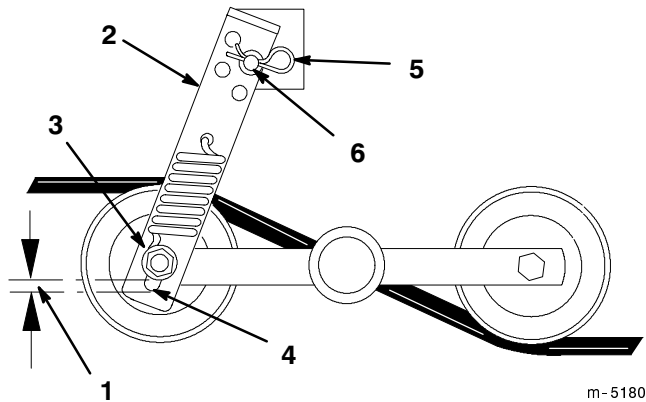

Figure 30
3. Mesurez l'écart entre le bas de l'entretoise sur la vis de montage de la poulie et le bas de la fente dans la bielle de réglage de la poulie folle. Il doit être égal ou inférieur à 6 mm (Fig. 30).
4. Pour effectuer le réglage, enlevez la goupille fendue élastique et la rondelle de fixation sur la goupille de montage (Fig. 30).
5. Dégagez la patte de tension de la goupille de montage. Effectuez le réglage requis et sélectionnez un nouveau trou jusqu'à ce que l'entretoise se trouve à 6 mm de la base de la fente (Fig. 30).
6. Fixez la patte de tension à l'aide de la rondelle et de la goupille fendue (Fig. 30).
4. Relâchez la tension dans les poulies folles avant de déposer ou d'installer les courroies (Fig. 30).
6. Vérifiez l'écart entre l'axe de chape et les crochets inférieurs des ressorts (Fig. 30). Il doit être égal ou inférieur à 6 mm.